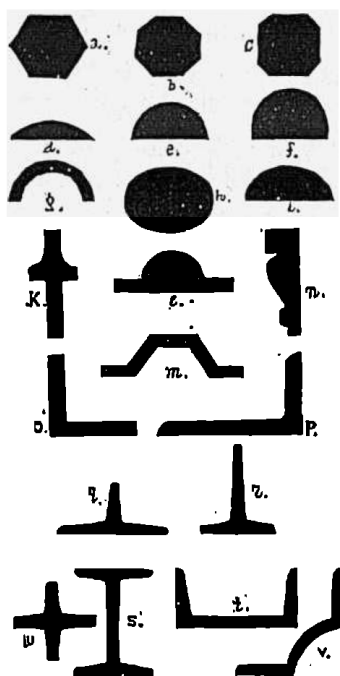

Рис. 2.
**Фасонное желѣзо.** Подъ этимъ названіемъ извѣстенъ цѣлый рядъ сортовъ желѣза, поперечныя сѣченія которыхъ изображены на рис. 2.